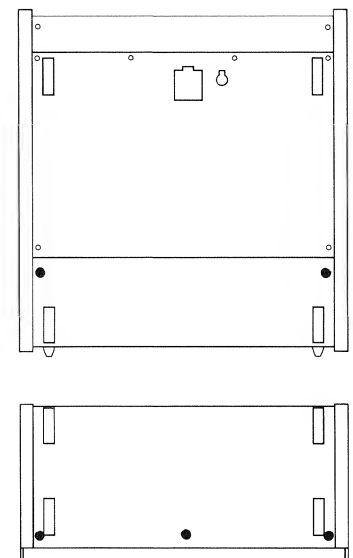

Fig. 2.2.-2
- 7 Schrauben lösen (Fig. 2.2.-4).